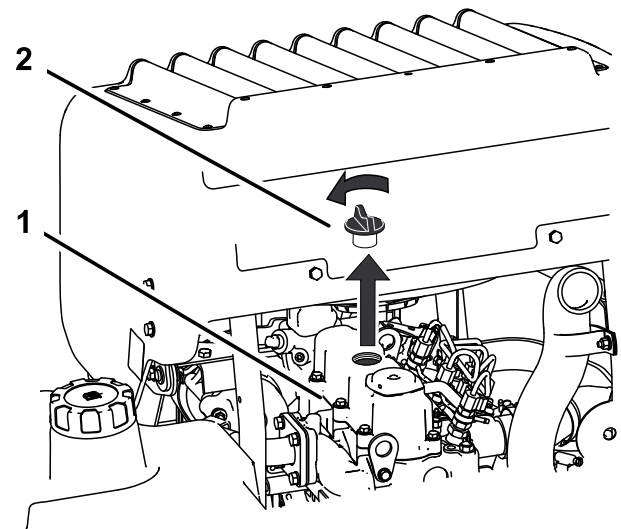

Bild 36
6. Nehmen Sie den Deckel des Einfüllstutzens oben am Motor ab (Bild 36). Dies erleichtert das Ablassen des Öls.
2. Nehmen Sie den Peilstab und den Deckel ab (Bild 36).